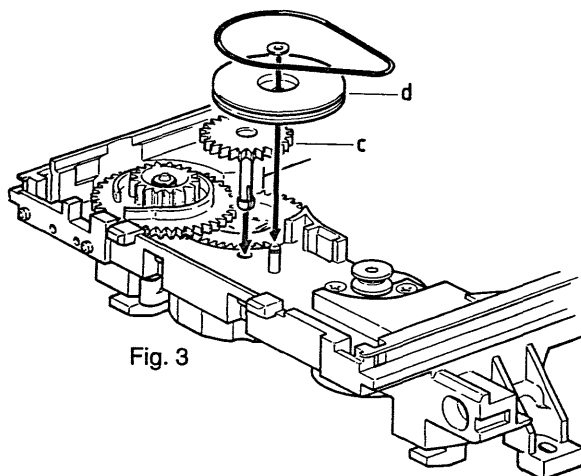

Fig. 3
c) Monte a roda intermediária 2 (c) e a roda intermediária 1 (d). Veja Fig. 3.